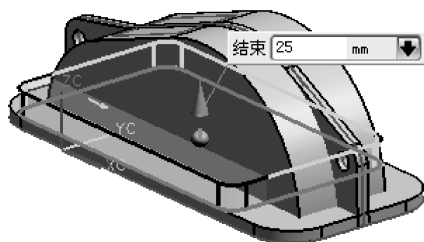

图 4-79 创建拉伸特征
- 06 使用【拉伸】工具，选择如图 4-79 所示的截面，创建出向 +ZC 轴拉伸 25 的实体特征。